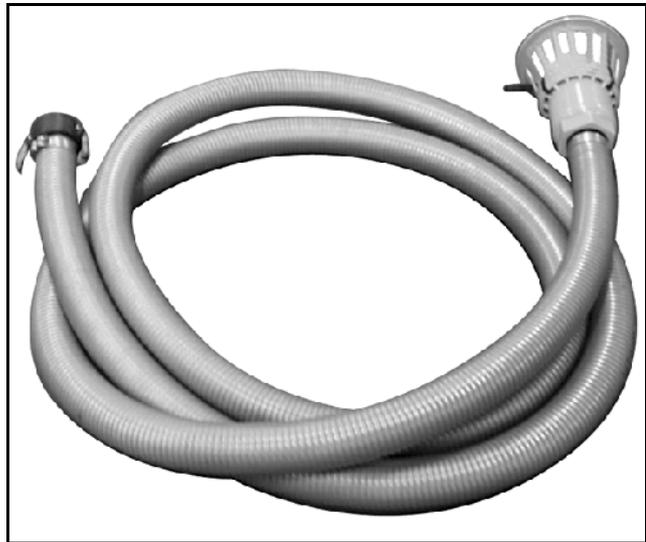

Fig. 10.5
- 2 - Manguera de aspiración 3" (8m), Nro. de pedido 924459 (Fig. 10.5)